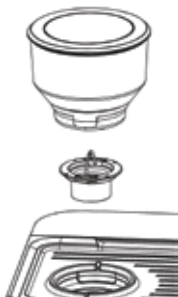
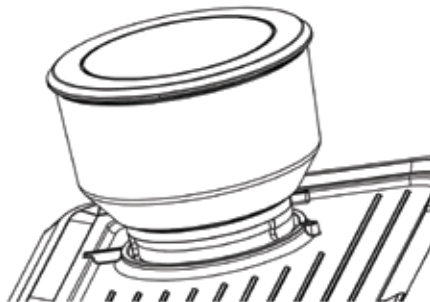

Abb. 1:
Abb. 2:
1. Bevor Sie die Mahlfunktion aktivieren, stellen Sie sicher, dass alle erforderlichen Teile korrekt installiert sind, und beziehen Sie sich auf Abb. 1 und Abb. 2.
Installieren Sie den Schneidkopf und ziehen Sie ihn im Uhrzeigersinn fest. Installieren Sie dann die Bohnenbox und sichern Sie sie wie in Abb. 2 gezeigt.